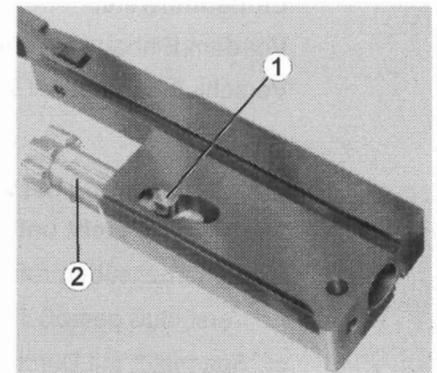

Bild 45 Verschlusskopf wechseln
- ⇒ Steuerbolzen nach links herausnehmen (Bild 45).
- ⇒ Verschlusskopf (46/4) gemäß Bild 45 auf den Bolzen (46/3) des Montagewerkzeugs aufstecken.